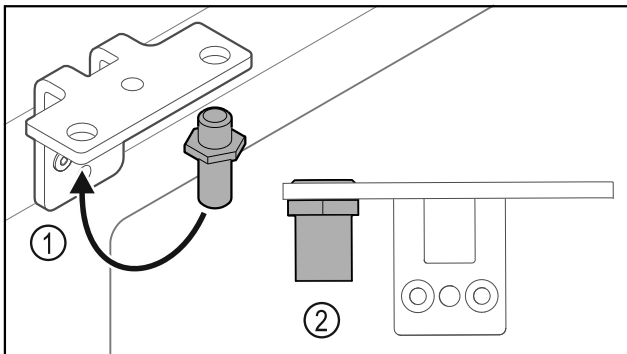

Fig. 17
- ▶ Переставьте палец Fig. 17 (1) в шарнирном уголке.
- ▶ Затяните палец Fig. 17 (2) с **моментом 12 Нм**.